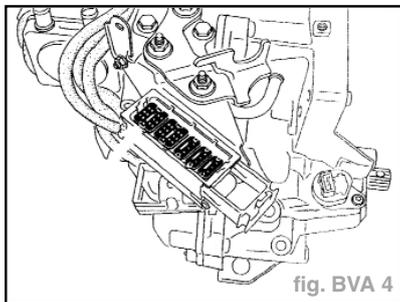

fig. BVA 4
**Important :** protéger le connecteur en le glissant dans un sac en plastique (fig. BVA 4).